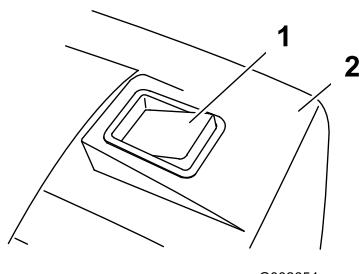

Рисунок 22
- 4. Скашивание газонной травы с прикрепленным сборником скошенной травы производится до заполнения сборника (определяется по индикатору заполнения) (Рисунок 22).